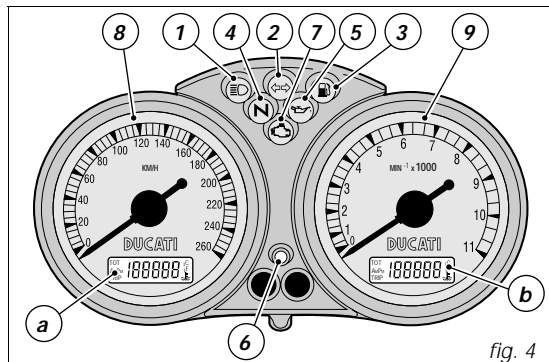

fig. 4
Cruscotto (fig. 4)
La seguente procedura offre quindi la possibilità all'utente, in caso di problemi al sistema immobilizer, di disabilitare la funzione "blocco motore" rappresentata dall'accensione simultanea della spia giallo ambra EOB D (7, fig. 4). L'operazione è possibile solo conoscendo il codice elettronico (electronic code) riportato sulla code card.
- 1) Portare la chiave su ON e ruotare completamente la manopola acceleratore mantenendola ruotata. La spia EOBD (7, fig. 4) si spegne dopo un tempo prestabilito di 8 secondi.*
- 4) Contare un numero di lampeggi della spia EOBD (7, fig. 4) pari alla prima cifra del codice segreto. Portare la manopola acceleratore in posizione tutta aperta per 2 secondi, quindi rilasciare. Viene così riconosciuta l'immissione di una cifra e la spia EOBD si accende e rimane in questo stato per un tempo prestabilito di 4 secondi. Ripetere l'operazione fino all'introduzione dell'ultima cifra. Nel caso in cui non si compia nessuna operazione con l'acceleratore, la spia EOBD pulserà per 20 volte, poi si accenderà in modo fisso e la procedura dovrà essere ripetuta dal punto (1).*
- 6) Se il codice NON è stato introdotto correttamente la spia EOBD rimane accesa ed è possibile ripetere le operazioni riportando la chiave su OFF e ripartendo dal punto (1) per un numero illimitato di volte.*
- 1) se il codice viene riconosciuto, la spia (6, fig. 4), posta sul quadro strumenti, emette un breve lampeggio: il sistema di protezione ha riconosciuto il codice della chiave e disattiva il blocco motore. Premendo il pulsante START (2, fig. 13), il motore si avvia;
- 2) se la spia (6, fig. 4) o la spia EOBD (7, fig. 4) rimangono accese, il codice non è stato riconosciuto. In questo caso si consiglia di riportare la chiave in posizione OFF e poi di nuovo in ON, se il blocco persiste, riprovare con l'altra chiave in dotazione di colore nero. Se ancora non si riesce ad avviare il motore, rivolgersi alla rete assistenziale DUCATI.
- 3) Se la spia (6, fig. 4) rimane lampeggiante significa che una segnalazione del sistema immobilizer è stata ripristinata (ad esempio con la procedura di sblocco tramite manopola). Ruotando la chiave in posizione OFF e nuovamente su ON la spia immobilizer dovrebbe riprendere il suo normale funzionamento (vedi punto 1).